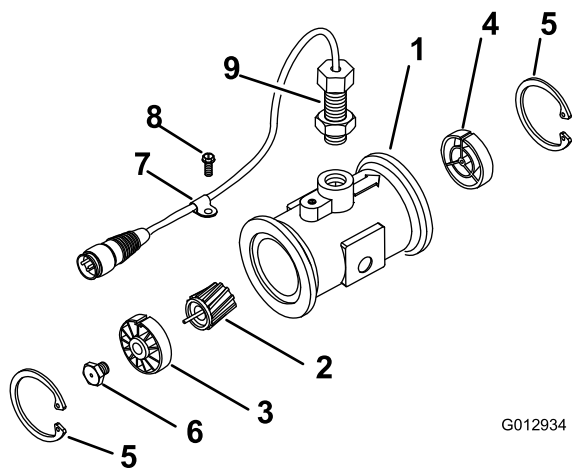

Figura 59
3. Rimuovete l'anello di ritenuta sul lato a monte (Figura 59).